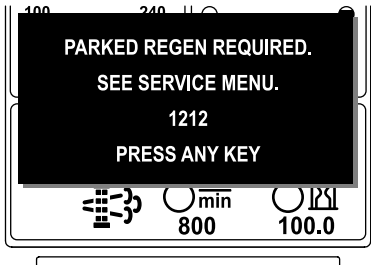

图18
- Parked regeneration required（需要驻车再生） ADVISORY #1212（第 188 号提醒）（图18）